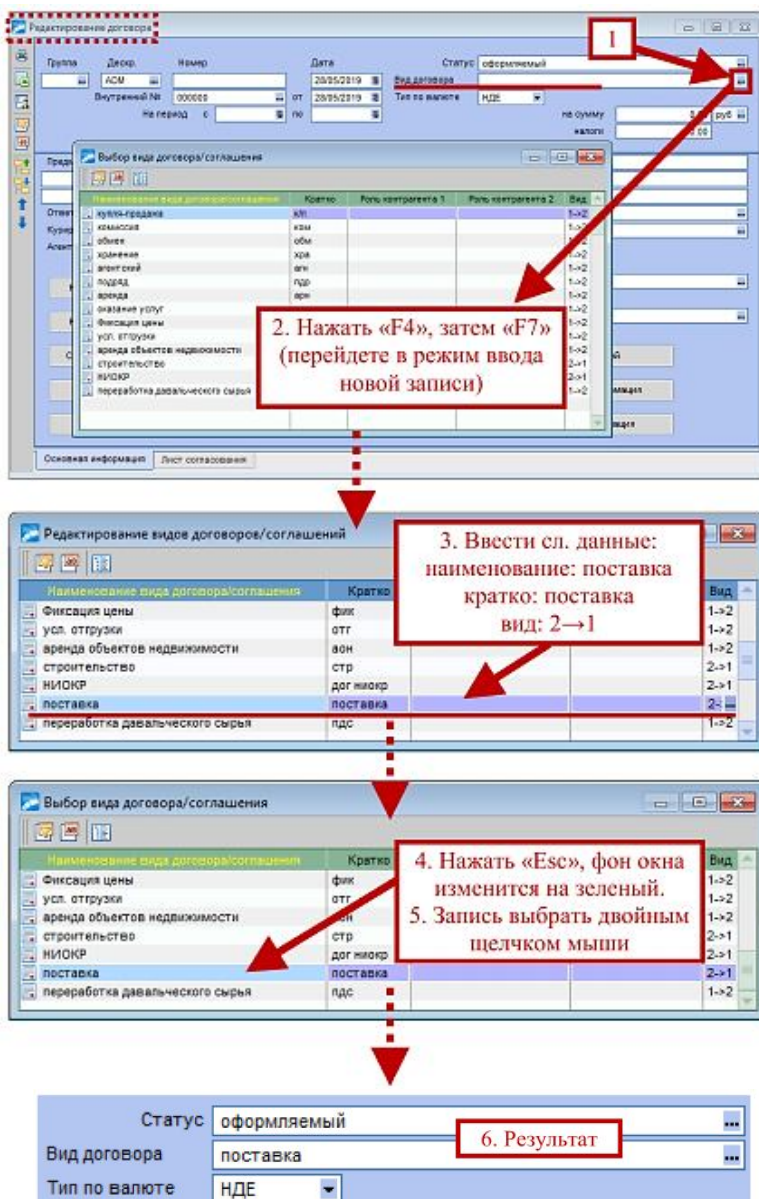

Рисунок 85 – Последовательность формирования нового вида договора в программном продукте «Галактика ERP 9.1 - BELARUS»
1. вид договора: поставка 2 → 1 (т. е. от контрагента № 2 к контрагенту № 1, данный вид договора отсутствует, его необходимо ввести вручную (рисунок 85));